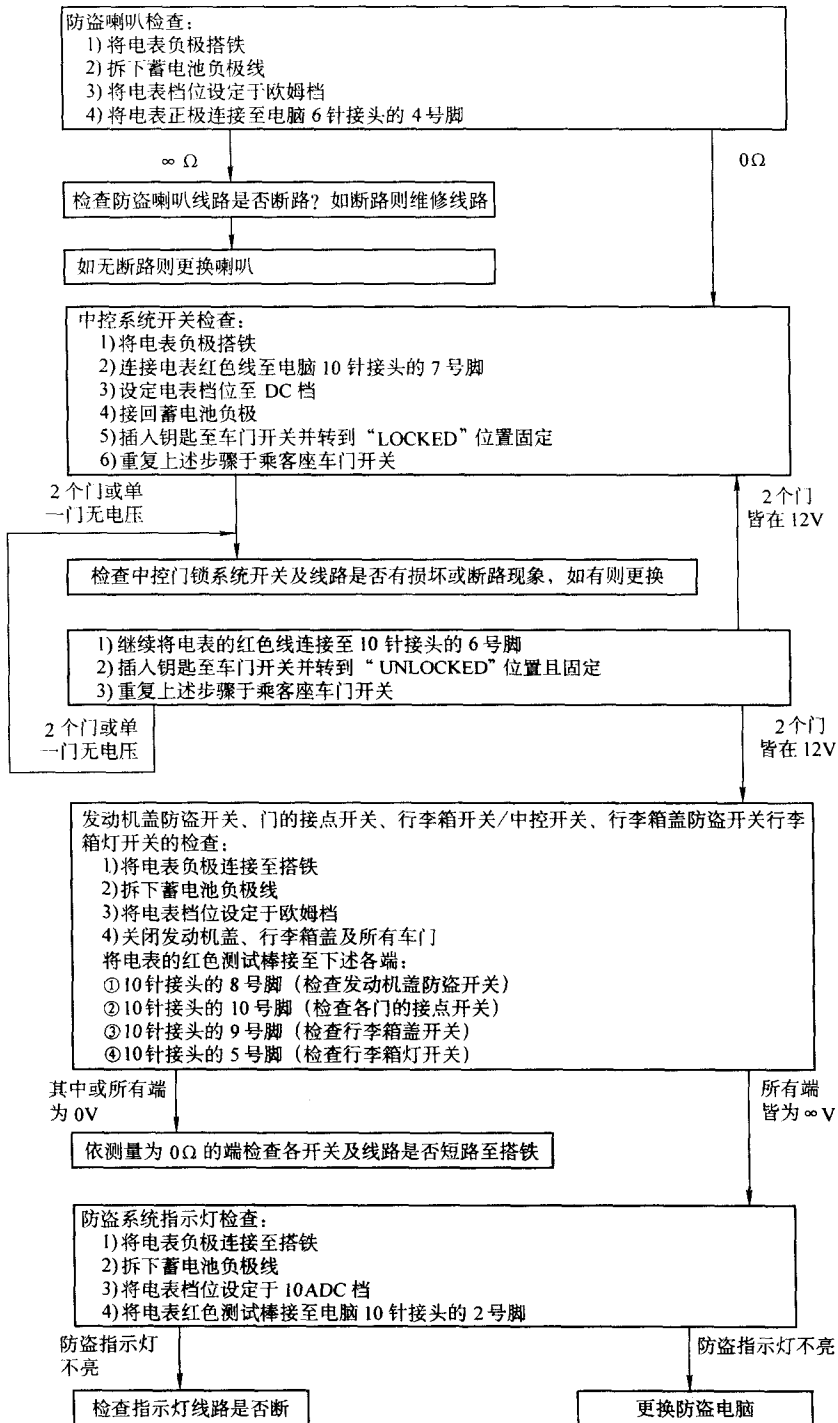

图 5-13 诊断流程
(1) 防盗系统无法启动, 且防盗指示灯不亮。首先检查行李箱盖应关闭且已上锁, 所有车门皆应关闭, 发动机关闭, 蓄电池电压正常, 电动窗及中控熔丝皆正常。诊断流程如图 5-13 所示。